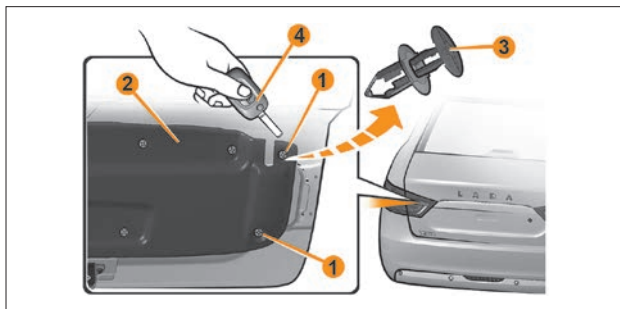

Рис. 13. Замена ламп света заднего хода и габаритного огня на наружном фонаре
- расфиксировать два крайних держателя **1** (рис. 13) обивки багажника **2**. Держатель обивки представляет собой конструкцию из неподвижного основания и подвижного фиксирующего «грибка» **3** (рис. 13). В поднятом состоянии «грибка» держатель расфиксирован;
- для расфиксации держателя обивки **3** (рис. 13) необходимо, например, лезвием ключа выключателя зажигания **4** (рис. 13) немного приподнять подвижную часть обеих держателей;